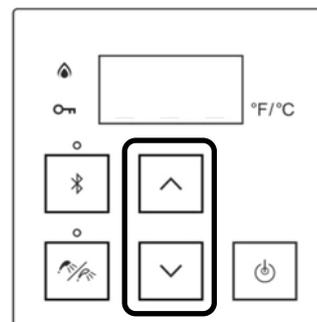

Figura 68
3. Presione los botones de flecha hacia arriba o hacia abajo para obtener el ajuste de temperatura deseado (Figura 68).